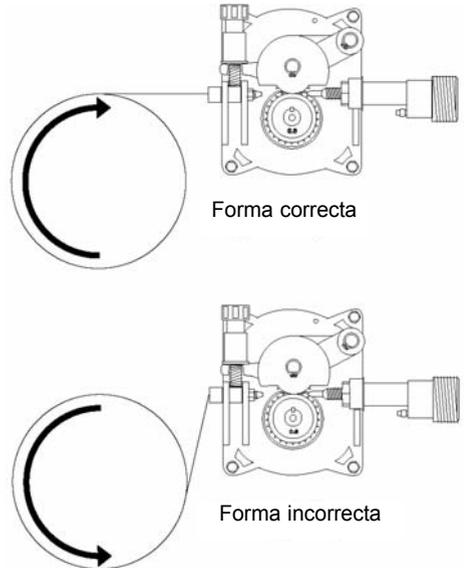

Figura 7. Instalación del Carrete de Alambre
- Colocar el carrete en el eje de modo que el alambre al salir del carrete quede como en la ilustración superior en la Figura 7. El alambre soldador siempre debe salir por encima del carrete y entrar en el mecanismo de avance.